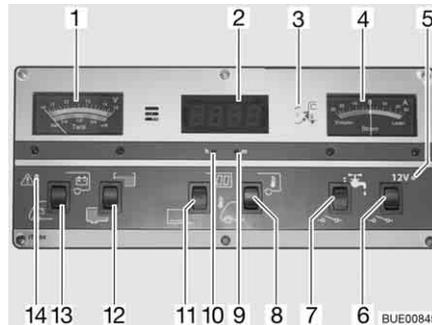

Fig. 136 Panel IT 994
Observar la escala superior del instrumento indicador V/depósito (Fig. 136,1). El instrumento indicador se ilumina automáticamente al accionar el interruptor.
- Pulsar el interruptor basculante (Fig. 136,13) por abajo: Indica la tensión de la batería del motor de arranque.
- Pulsar el interruptor basculante (Fig. 136,13) por arriba: Indica la tensión de la batería del habitáculo.
Observar la escala inferior del instrumento indicador V/depósito (Fig. 136,1). El instrumento indicador se ilumina automáticamente al accionar el interruptor.
- Pulsar el interruptor basculante (Fig. 136,12) por arriba: Indica la cantidad de agua.
- Pulsar el interruptor basculante (Fig. 136,12) por abajo: Indica la cantidad de aguas residuales.
La luz roja de ALARMA (Fig. 136,14) parpadea en cuanto la tensión de la batería del habitáculo baja de 11 V (medición durante el servicio) y hay peligro de descarga completa.
- Pulsar el interruptor basculante (Fig. 136,11) por arriba: El indicador del reloj digital está conectado. El indicador de temperatura está listo para funcionar.
- Pulsar el interruptor basculante (Fig. 136,11) por abajo: El indicador del reloj digital y el indicador de temperatura están desconectados.
- Con ayuda de un objeto delgado, p. ej. una mina de bolígrafo, hacer presión en el orificio para horas (Fig. 136,10) hasta obtener la hora deseada.
- Con ayuda de un objeto delgado, p. ej. una mina de bolígrafo, hacer presión en el orificio para minutos (Fig. 136,9) hasta obtener los minutos deseados.
- Pulsar el interruptor basculante (Fig. 136,8) por arriba: Indica la temperatura interior.
- Pulsar el interruptor basculante (Fig. 136,8) por abajo: Indica la temperatura exterior.
El instrumento indicador (Fig. 136,4) indica constantemente la corriente actual suministrada por la batería. El instrumento indicador se ilumina automáticamente al accionar el interruptor.
El interruptor principal de 12 V (Fig. 136,6) conecta y desconecta el panel y la alimentación de 12 V del habitáculo.
Conectar: ■ Pulsar el interruptor basculante (Fig. 136,6) por arriba: La alimentación de 12 V del habitáculo está conectada. La luz de control (Fig. 136,5) se enciende de color verde.
Desconectar: ■ Pulsar el interruptor basculante (Fig. 136,6) por abajo: La alimentación de 12 V del habitáculo está desconectada. La luz de control (Fig. 136,5) se apaga.
Se enciende la luz de control de 12 V (Fig. 136,5) cuando se conecta el interruptor principal de 12 V (Fig. 136,6).
Se enciende la luz de control de 230 V (Fig. 136,3) amarilla cuando hay tensión de red en la entrada del bloque eléctrico.
Conectar: ■ Pulsar el interruptor basculante (Fig. 136,7) por arriba: El suministro de agua está conectado.
Desconectar: ■ Pulsar el interruptor basculante (Fig. 136,7) por abajo: El suministro de agua está desconectado.